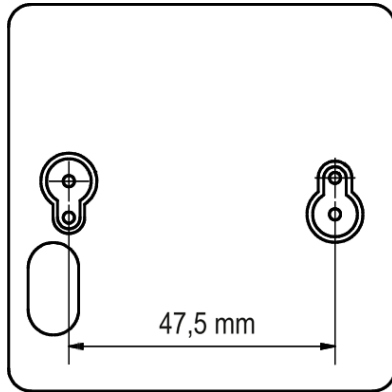

Abbildung 1 - Montagezeichnung
2. Bohren Sie die Löcher für die Befestigung des Fühlers, dabei bitte die Position des Leitungsabgangs beachten (Abbildung 1).